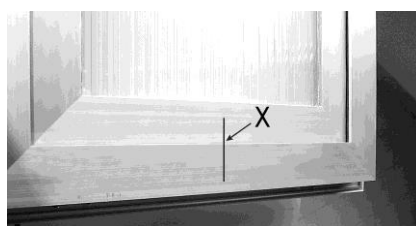

Рисунок 2
- A. Нанесите карандашом центральную точку X на оконную раму (Рис. 2).